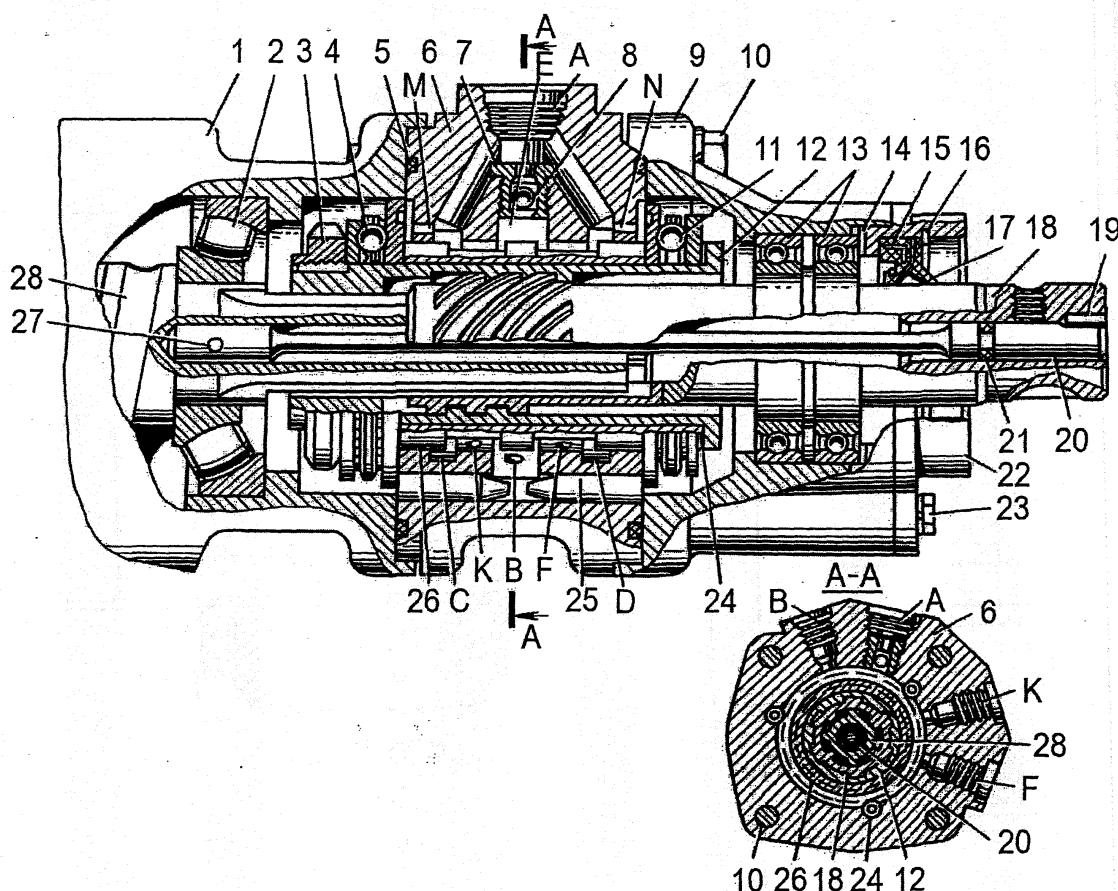

Рис. 55. Распределитель рулевого механизма:
Средняя расточка соединена с каналом для подвода рабочей жидкости от насоса, а крайние – с каналом для отвода жидкости на слив. В трех реактивных камерах корпуса размещены плунжеры 25 (см. рис.55), которые могут в нем свободно перемещаться.
3. Отсоединить вилку карданного вала 10 (см. рис.52) от входного вала 18 (рис.55), для чего вывернуть его стяжной болт.
2. Отвернуть болты 10 (рис.55) крепления распределителя к картеру 1 рулевого механизма.
Примечание. Рекомендуется перед снятием распределителя нанести метки взаимного расположения картера 1 (см. рис.55) рулевого механизма, корпуса 6 распределителя и его крышки 9.
7. Извлечь из крышки 9 (см. рис.55) вал 18 в сборе с подшипниками 13. Спрессовать с вала 18 подшипники 13.
- 18.Выбить штифт 27 (см. рис.55) крепления торсиона 20 и извлечь из винта 28 торсион.
12. Установить в корпус 6 (см. рис.55) распределителя реактивные плунжеры 25 и ввернуть обратный клапан 7.
19. Установить распределитель 6 (см. рис.53) в картер 3 рулевого механизма по меткам, нанесенным при разборке. При этом круговые пазы в торсионе 20 (см. рис.55) и на входном валу 18 должны совпадать.
3. Поворотом входного вала 18 (см. рис.55) совместить метку на торце вала зубчатого сектора с меткой на сопке, надеть сопку на шлицы вала сектора и закрепить ее.